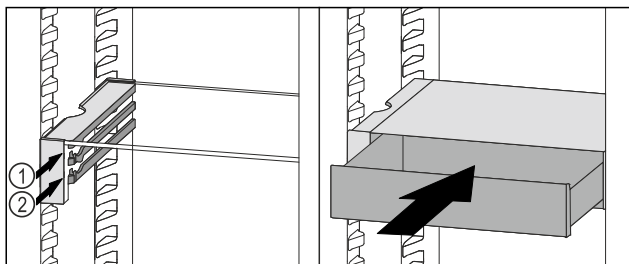

Fig. 90
- Stavite ladicu VarioSafe ukoso iza zaustavljača na željeni žlijeb *Fig. 90 (1)* ili *Fig. 90 (2)*.